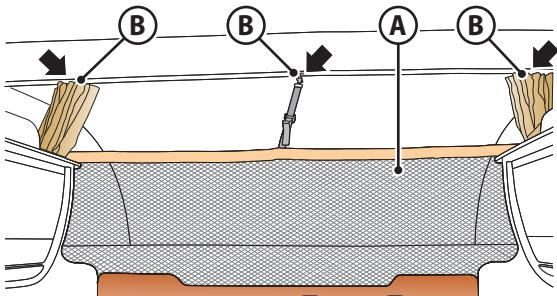
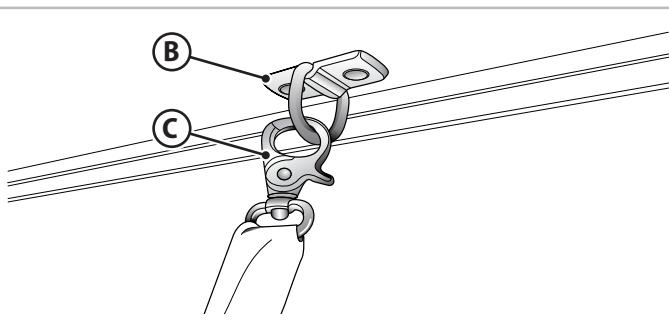

Fig. 6.22 - Filet de sécurité du lit pavillon
Fig. 6.23 - Crochet pour filet de sécurité
- Fixer le filet de sécurité (**A** - Fig.6.22) à l'aide des crochets (**B** - Fig.6.22 et Fig.6.23) dans les anneaux appropriés (**C** - Fig.6.23).